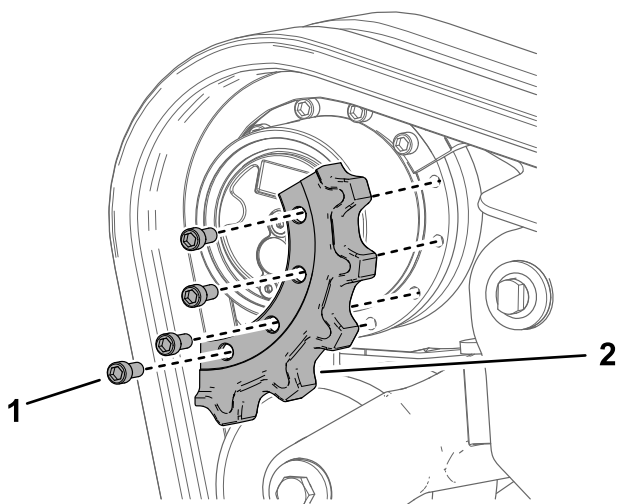

Figura 73
- Retire el segmento del piñón (Figura 73).
- Aplique fijador de roscas a los pernos de uno de los segmentos del piñón de arrastre que retiró e instale el segmento del piñón (Figura 73). Apriete los pernos a 247–301 N·m (182–222 pies-libra).